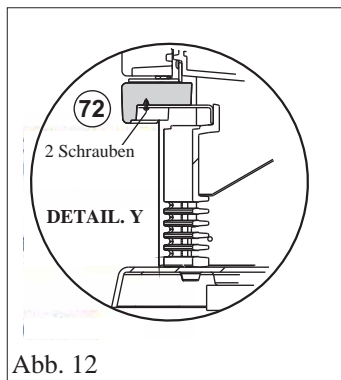

Abb. 12
- Die untere vordere Blende (72) platzieren und sie mit den mitgelieferten 2 Schrauben M6x12 (mithilfe eines Inbuschlüssels) wie im Detail "X" angegeben, befestigen (Abb. 12).